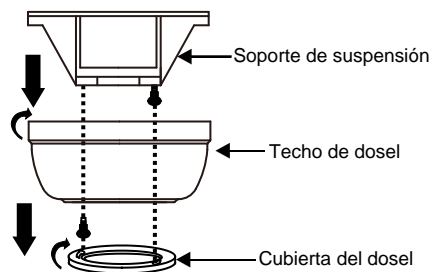

Fig. 5
Paso 1. Retire la cubierta inferior de la cubierta decorativa de la cubierta girando la cubierta hacia la izquierda. (Fig. 5)
Paso 2. Retire el soporte de montaje del techo de la cubierta quitando (y guarde uno de los dos tornillos. Afloje el tornillo restante media vuelta. (Fig. 5)